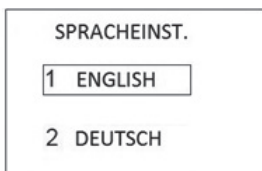

Abb. 46: Übersicht der Spracheinstellungen
- Sie können nun mit der  - und  -Taste zwischen Englisch und Deutsch wählen (Abb. 46).